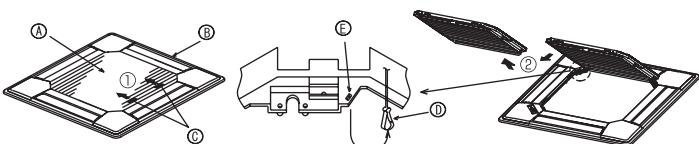
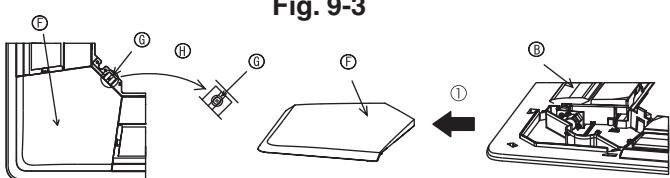

Fig. 9-3
Fig. 9-4
9.2.1. Verwijderen van de gril van de inlaatopening (Fig. 9-3)
- Schuif de hendels in de richting die wordt aangegeven door de pijl ① om de gril van de inlaatopening te openen.
- Verwijder nu het scharnier van de gril van de inlaatopening zoals aangegeven door de pijl ②, terwijl de gril in de geopende positie staat.
9.2.2. Verwijderen van het hoekpaneel (Fig. 9-4)
- Verwijder de schroef uit de hoek van het hoekpaneel. Schuif het hoekpaneel in de richting aangegeven door de pijl ① om het paneel te verwijderen.
- [Fig.9-3] [Fig.9-4]